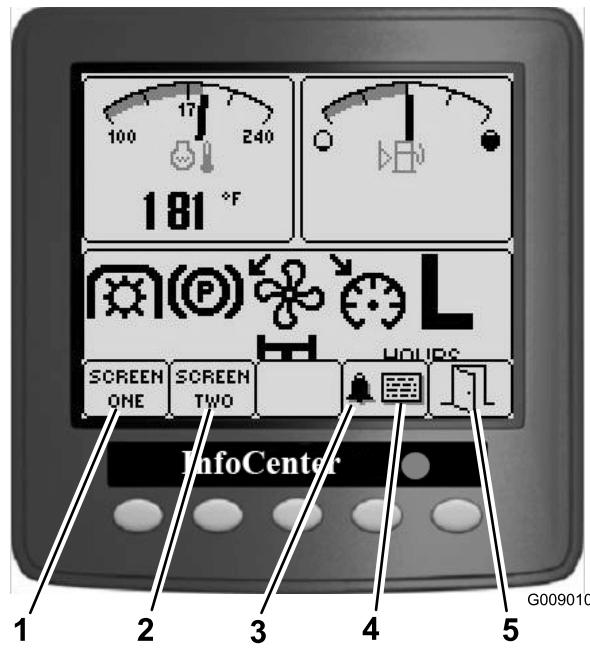

図13
- ボタンを押すことにより、スクリーン1またはスクリーン2の表示を見る、アラームを停止させる、異常の内容を見る、終了する、といった操作ができます 図13。